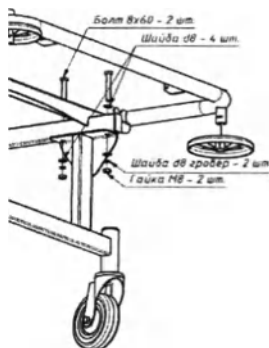

Рисунок 1 – Установка колесных опор и бамперов
2. Закрепить колесные опоры на раме через подготовленные отверстия, используя болты М8х60, шайбы d8, шайбы d8 гровер, гайки М8. Головка болта должна быть со стороны ложа. (см. рис. 1). Для сборки потребуются два гаечных ключа с зеvom 13 мм.
3. Установить бамперы на патрубки бампера (см. рис. 1).